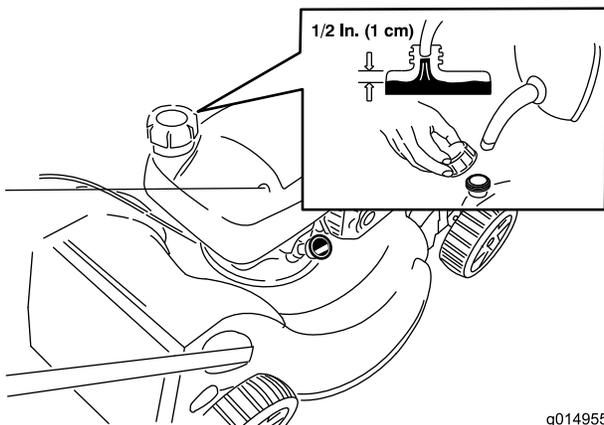

Рисунок 13
**Примечание:** Заправляйте топливный бак чистым стандартным бензином, не содержащим тетраэтилсвинца, используя заправочную станцию заслуживающего доверия поставщика горючего (Рисунок 13).